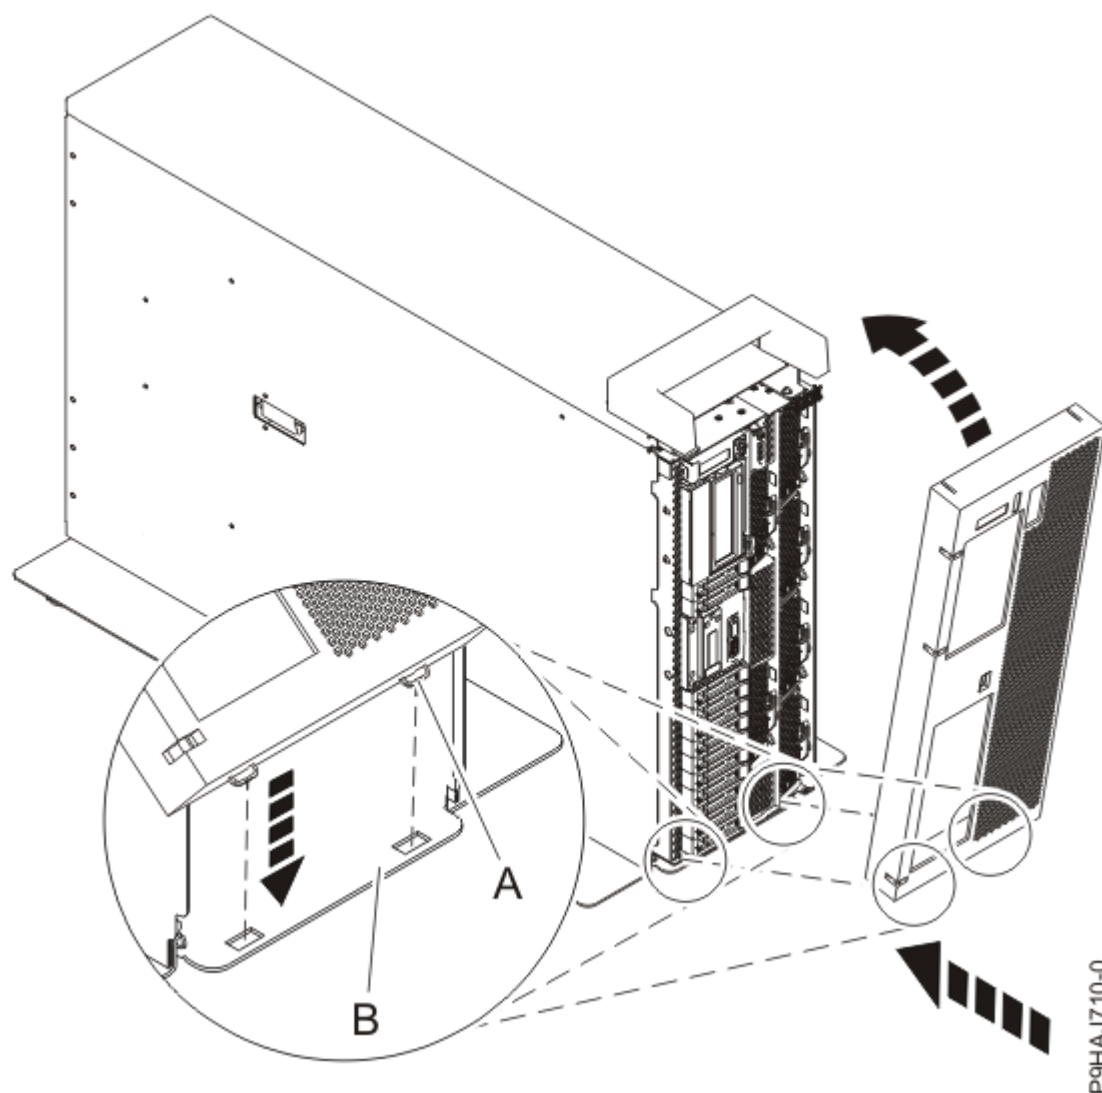

Figura 36. Instalación de la cubierta y de la puerta frontales
- b) Alinee la cubierta hasta que las dos pestañas de la cubierta (**A**) encajen en las ranuras de la placa base (**B**), tal como se muestra en la Figura 36 en la página 38.